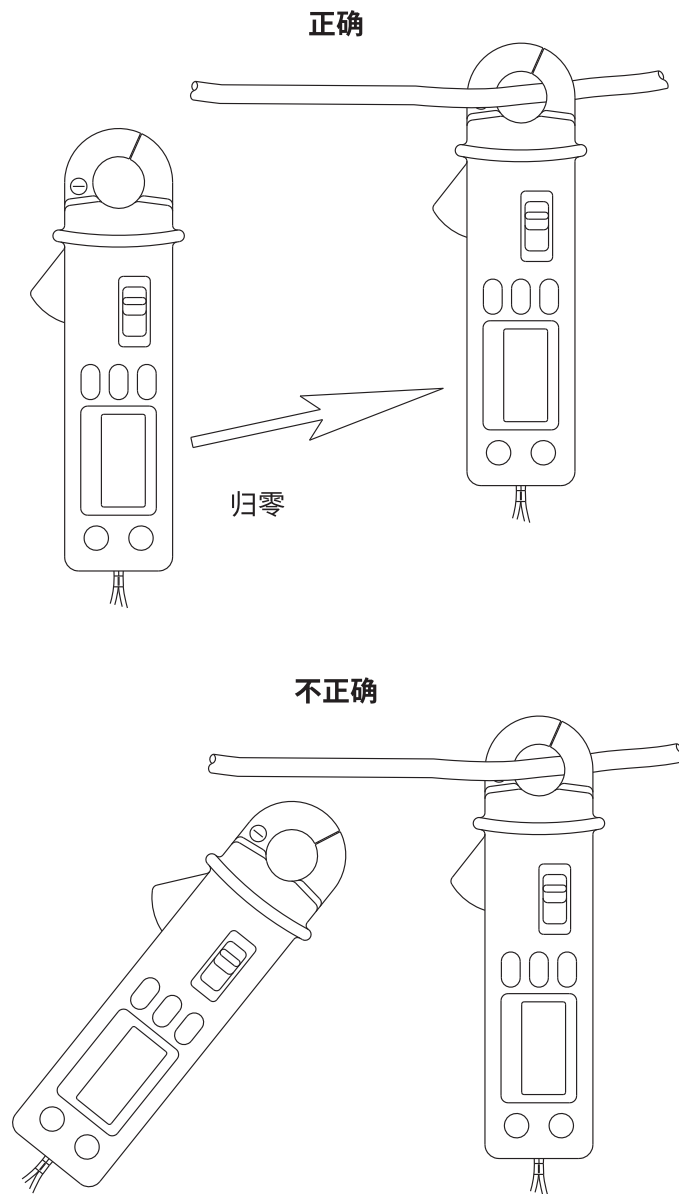

图 3
5. 使用归零开关将读数归零。由于电流钩表的高灵敏度，在量测时必须在相同方向归零，以避免受到外部磁场的干扰 (请看图 3)